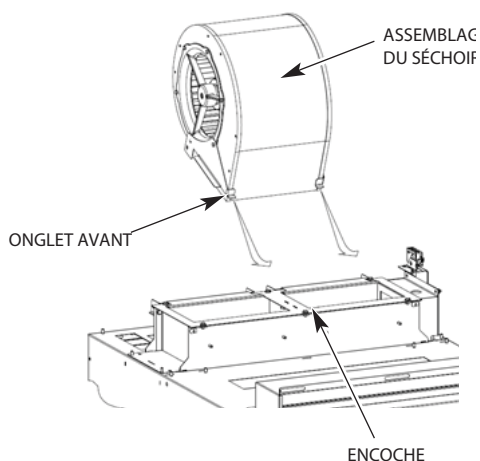

Fig. 22
2. Installez un des ensembles du séchoir sur la monture du fil chauffant en descendant l'ensemble du séchoir en angle pour que les onglets du devant s'accrochent aux encoches situées sur la plaque du haut de la monture du fil chauffant (Fig. 22 et 23).